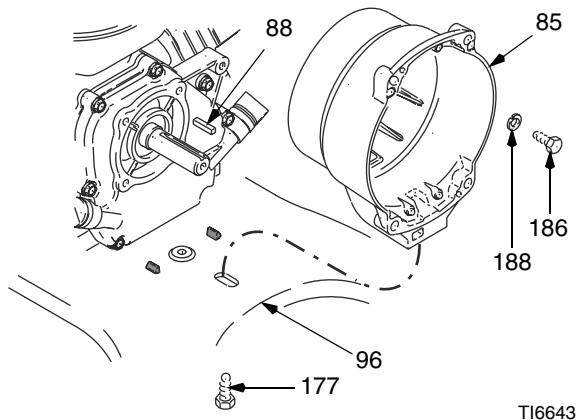

Рис. 10
1. Рис. 10. Открутите четыре винта с головкой под ключ (186) со стопорными шайбами (188), крепящие корпус муфты (85) к двигателю.
2. Отверните винт (177) с нижней стороны монтажной пластины (96).
3. Снимите корпус муфты (85).
1. Рис. 10. Надавите на корпус муфты (85).
2. Установите четыре винта с головкой под ключ (186) со стопорными шайбами (188) и закрепите корпус муфты сцепления (85) к двигателю, с усилием до 22,6 Н•м.
3. Установите винт с головкой под ключ (177) с нижней стороны крепежной пластины (96), с усилием до 35,2 Н•м.